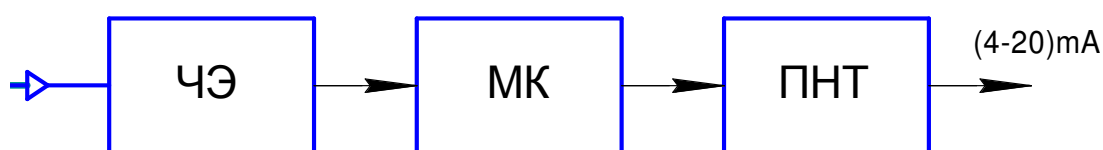

Рис.1 Структурная схема датчика.
1.4.1. Структурная схема датчика (рис.1) включает в себя: